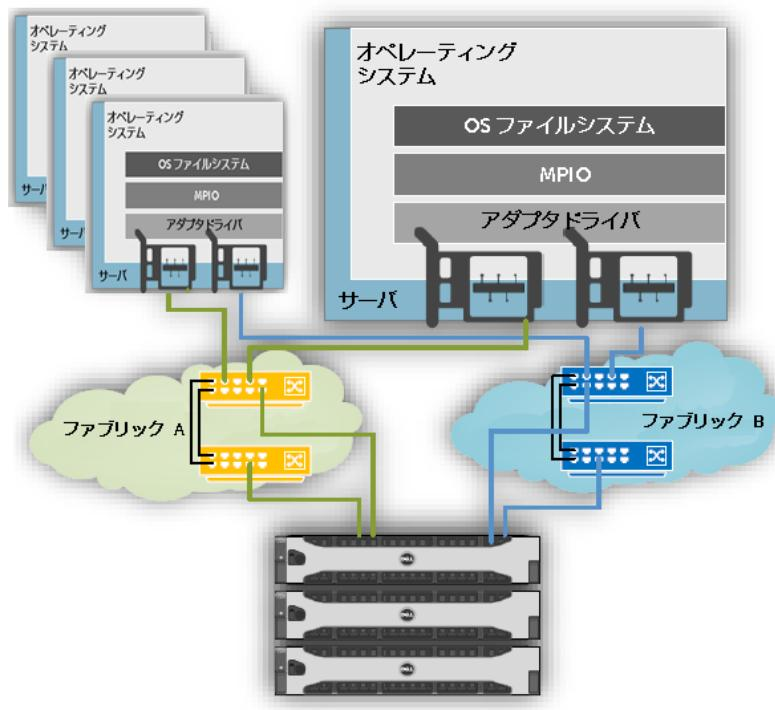

図 6. ファイバチャネル SAN
ファイバチャネル (FC) ネットワークとは、ホスト／サーバとストレージアレイ間の相互接続用に特別設計された専用の高速ネットワークです。ファイバチャネルネットワーク「トポロジ」にはいくつかの種類があり、初期の FC 導入にはポイントツーポイントやアビトレーテッドループなどが使用されてきましたが、現在最も一般的に使用されているトポロジはスイッチドファブリックであり、SC シリーズストレージアレイもサポートしています。図 6 は 2 つのファブリックから形成される典型的な FC SAN アーキテクチャを示したもので、それぞれのファブリックに 2 台のスイッチが含まれます。